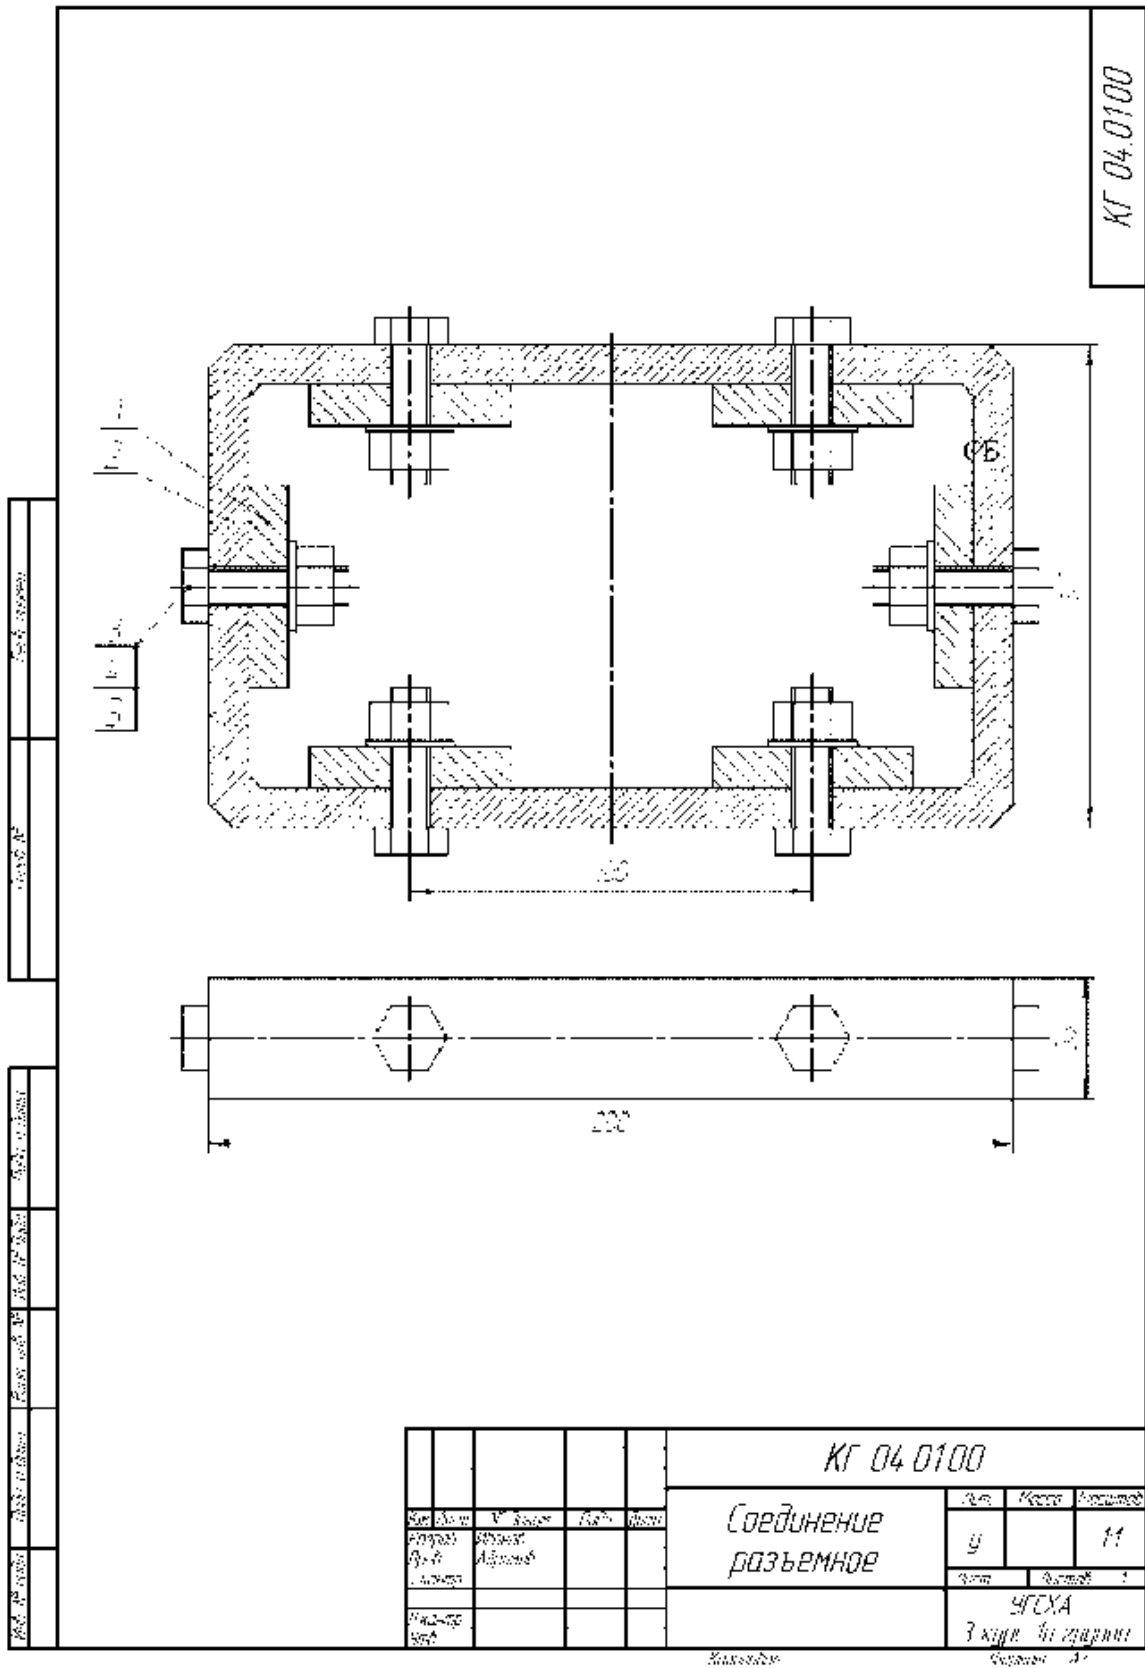

Рисунок 4.13 - Пример выполненной работы
9. Выполнить вид сверху (рис. 4.13). Вставить изображения болтового соединения на виде сверху, используя установки в окне **Болт Гайка Шайба** - кнопку **Вид сверху**;